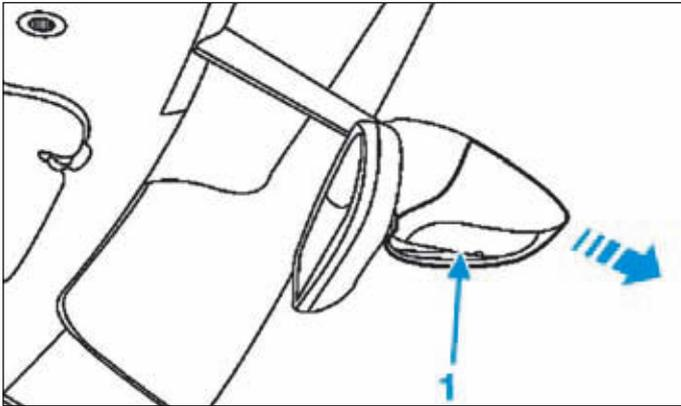

FIG.63
- Déposer la garniture (1) de rétroviseur intérieur (Fig.63).